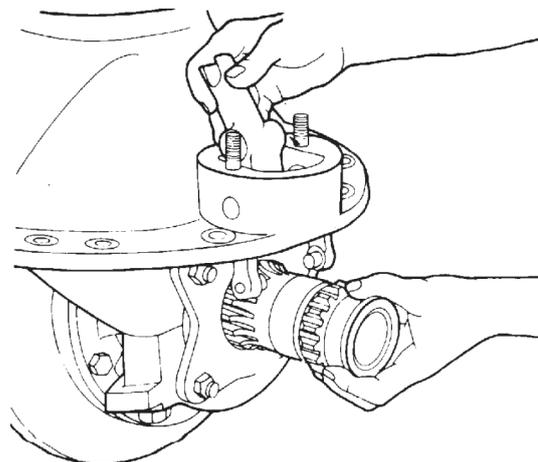

Figura 10
B. Remova, simultaneamente, o garfo e a engrenagem solar (Figura 10);